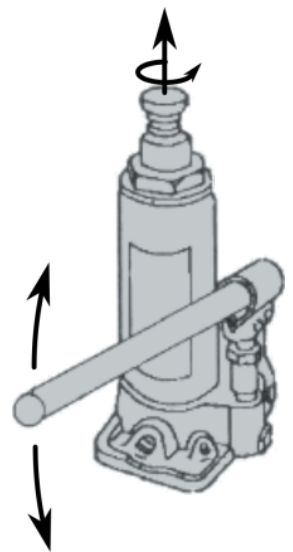

Bild 4: Anheben mit dem Wagenheber
3. Positionieren Sie den Wagenheber so unter dem Fahrzeug, daß sich der Hebestempel zentral unter dem Aufnahmepunkt des Fahrzeugs befindet (lesen Sie dazu in der Betriebsanleitung Ihres Fahrzeugs nach). Drehen Sie die Verlängerungsspindel gegen den Uhrzeigersinn soweit heraus (Bild 4), bis sie den Aufnahmepunkt des Fahrzeugs berührt.